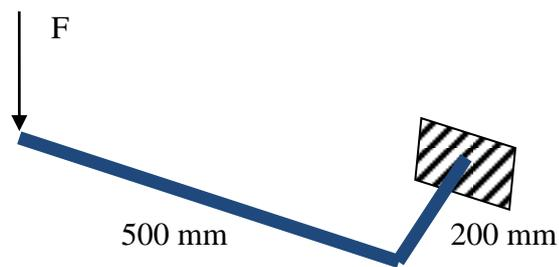

Fig. 1: Schema del componente con incastro e forza concentrata
1. La forma del componente è illustrata schematicamente in Fig. 1. In particolare si tratta di un componente che presenta una piega a 90° , viene incernierato ad un'estremità e caricato sull'altra. Le dimensioni sono come in figura (un lato 200 mm l'altro 500 mm). Queste misure si intendono prese sulla mezzeria del componente e si applicherà una tolleranza di ± 15 mm. Per il resto, la forma del campione è libera: non è necessario ad esempio che la sezione sia uniforme.